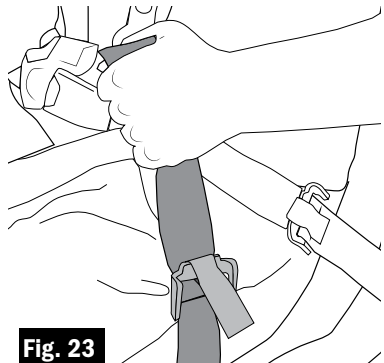

Fig. 23
4. Pull thigh straps snug. (Fig. 23)